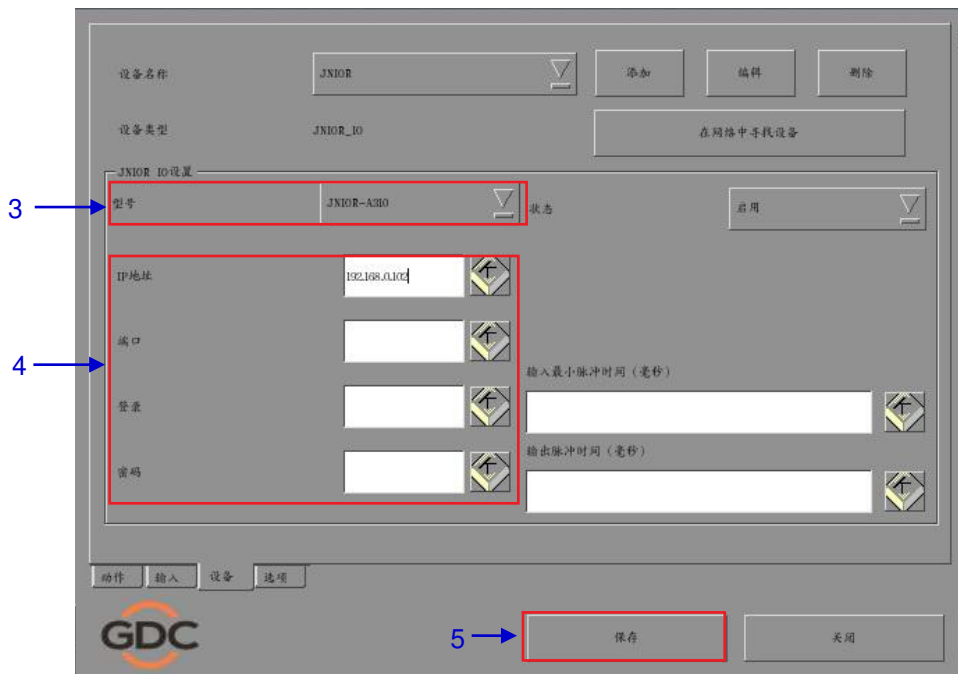

图 68 JN10R 设备的自动化设置.
3. 输入 JN10R 设备的 IP 地址 (见图 68)。